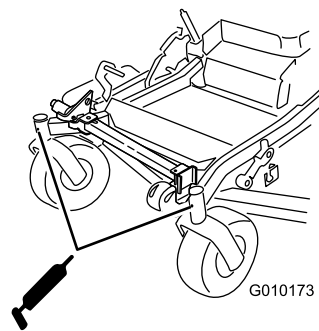

Figura 45
- Togliete l'ingrassatore Zerk dal foro. Montate il tappo esagonale e lo scodellino parapolvere (Figura 45).